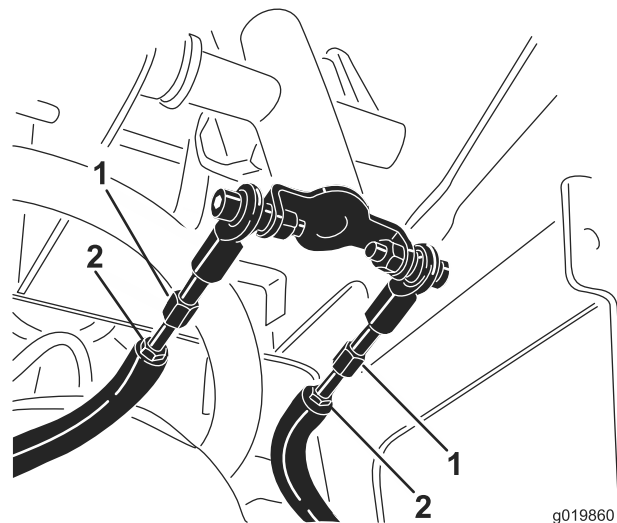

Bild 56
- Lösen Sie die Klemmmuttern an den Zugstangen unter dem Armaturenbrett (Bild 56).